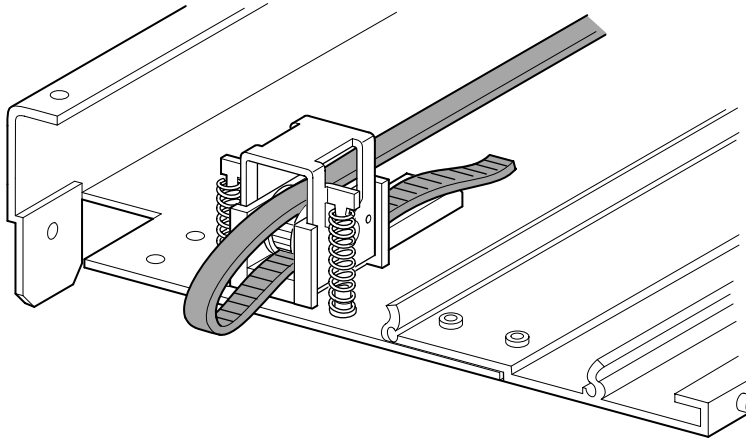
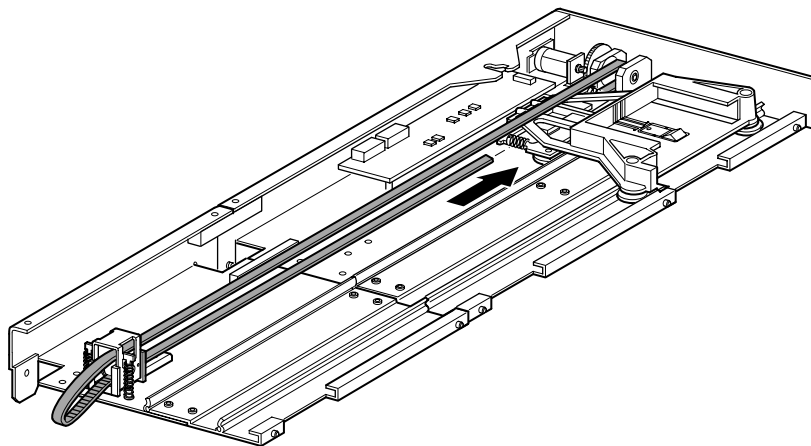

図2-20: 拡張ユニットへのタイミングベルトのインストール
図2-21: タイミングベルトのインストール
3. タイミングベルトを、ベルトテンショナーランプおよびアイドルプーリーの上に通し、次にモータードライブプーリーに通します。ベルトの歯が両方のプーリーにかみ合っていることを確認します(図2-20および図2-21を参照)。